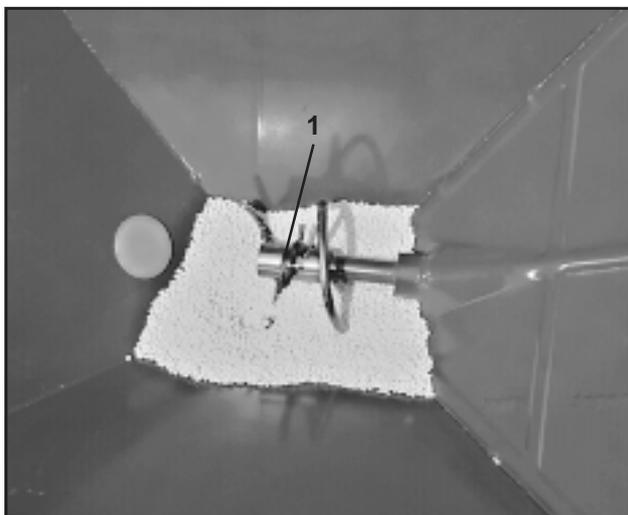

Рис. 9.2
2. Предохранительное срезное устройство ворошильного валика – это фиксирующий палец с пружинной защелкой на ворошильном органе спиральной формы (Рис. 9.2/1).